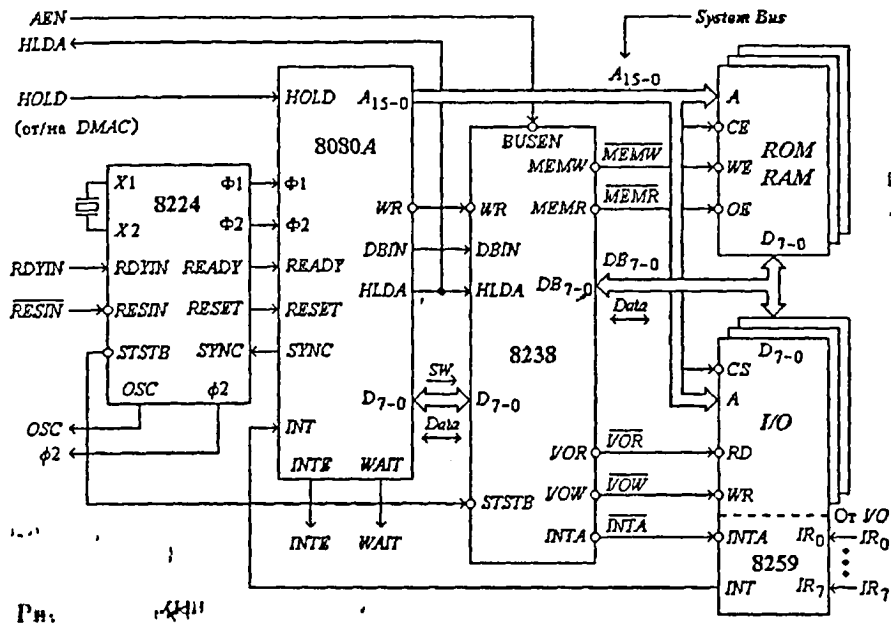

Рис. 1.5. Структурная схема МПС на основе МП 8080А
Практическая реализация МПС. На рис.1.5 показана структурная схема МПС, построенной на основе МП 8080А. Центральное процессорное устройство (*CPU*) реализовано на трех кристаллах: 8080А – микропроцессор, 8224 (580ГФ24) – генератор тактовых сигналов, 8238 (580ВК38) – системный контроллер. 8238 по принятому коду слова состояния *SW* в определенные моменты времени вырабатывает активный уровень (0) только одного системного сигнала управления \overline{MEMR} , \overline{MEMW} , $\overline{I/OR}$, $\overline{I/OW}$ или \overline{INTA} . Системные шины (*System Bus*) содержат все сигналы, необходимые для подключения к нему памяти (обычно более одной БИС *ROM* и *RAM*) и внешних устройств (обычно более одной БИС *I/O*). У БИС *ROM* вход \overline{WE} (*Write Enable* – разрешение записи) отсутствует.
(*port* – число, прочитанное из памяти в машинном цикле M_2), а на шину данных – код слова состояния $SW = 00010000$ (см. табл. 1.15 в § 1.9), по которому системный контроллер 8238 формирует активный уровень сигнала управления $\overline{I/OW} = 0$, поступающий на вход записи \overline{WR} внешнего устройства (см. рис. 1.5) в момент времени, когда МП выводит на шину данных из аккумулятора A
Сигнал запроса прерывания INT . Значение сигнала запроса прерывания $INT = 1$ записывается во внутренний триггер запроса прерывания в последнем такте последнего машинного цикла текущей команды при условии, что установлены значения сигналов $INTE = 1$ (прерывания разрешены) и $HOLD = 0$ (нет запроса прямого доступа к памяти). Микропроцессор, завершив выполнение текущей команды, переходит к выполнению машинного цикла "Подтверждение прерывания" – цикл M_1 . В такте T_1 этого цикла МП сбрасывает в 0 внутренний триггер $INTE$ (дальнейшие прерывания запрещаются) и на шину данных D_{7-0} выдает код слова состояния $SW = 00100011$, по которому системный контроллер 8238 вырабатывает активный уровень сигнала \overline{INTA} (рис.1.5). Внутренний триггер запроса прерывания сбрасывается в 0 в такте T_2 машинного цикла M_1 .